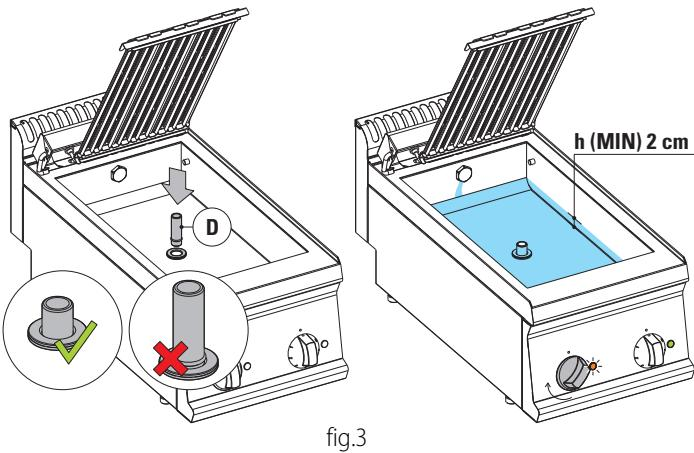

fig.3
- Das Überlaufrohr | D | Abb. 3 ganz einsetzen.